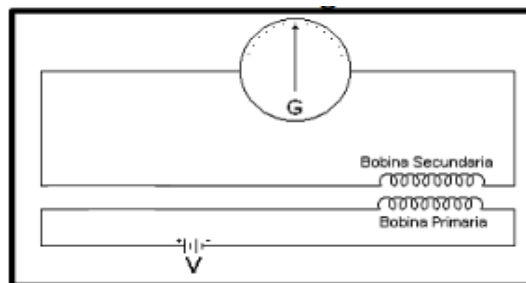

Figura 5. Montaje para generar una FEM inducida en la bobina secundaria
4. Colocar la bobina primaria dentro de la secundaria y conectar aquella, a la fuente de corriente continua como se observa en la **figura 5**.